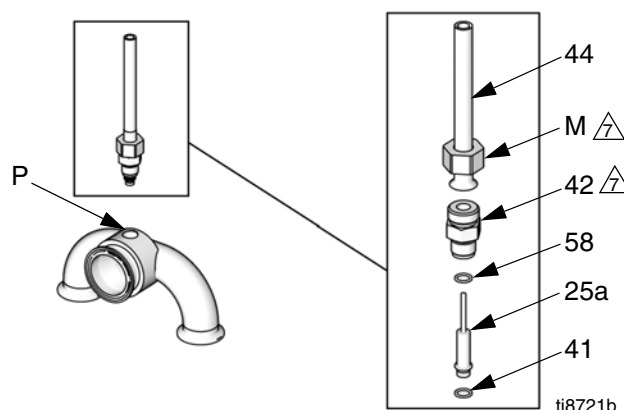

FIG. 10. Transductor de presión
11. Vea la FIG. 10. Afloje la tuerca (M) en el conducto del sensor (44) y desenrosque el adaptador (42) de la lumbrera del transductor (P). Retire el transductor (25a) de la lumbrera.
13. Vea la FIG. 10. Instale una nueva junta tórica negra (41) y el nuevo espaciador de latón (58) en el transductor (25a).
16. Vea la FIG. 10. Inserte el transductor en la lumbrera del transductor (P). Apriete primero el adaptador (42), luego la tuerca a 21-27 N•m (15-20 pie-lb).